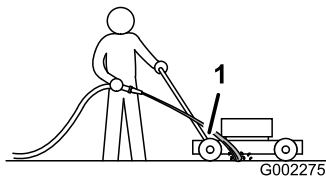

Bild 25
3. Halten Sie den Wasserschlauch auf Griffhöhe und richten Sie den Wasserstrahl unmittelbar vor dem rechten Hinterrad auf den Boden (Bild 25).